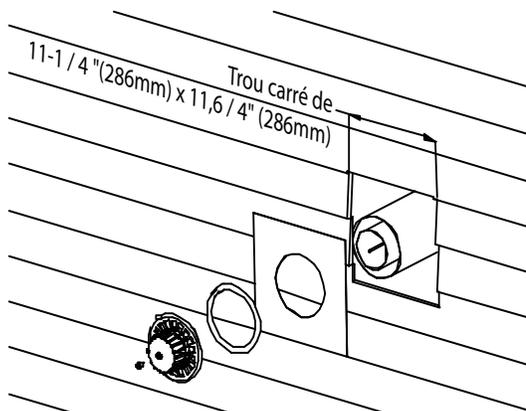

Figure 14
2. Si les tuyaux (B), (C) l'isolation (i) et la tige (D) sont longs, coupez-les en fonction de l'épaisseur du mur, comme indiqué dans le tableau 3.
3. Le trou à l'extérieur du mur doit être un carré de 28,6 mm (11-1 / 4 po) x 286 mm (11-1 / 4 po) (voir la figure 14).
5. Enroulez le tuyau extérieur avec l'isolant fourni (i) (côté feuille) et placez la bande de ruban adhésif fournie (H) le long du joint pour le fixer.
6. Faites glisser les tuyaux (B) et (C) à travers le trou dans le mur et connectez-les à la sortie de fumée et à l'admission d'air de l'appareil.
7. La plaque de montage extérieure (F) et l'anneau en silicone (G) doivent être installés entre le capuchon de ventilation et le mur extérieur. La plaque doit être placée au ras du mur et avec ses supports insérés dans le mur et scellée avec un mastic non durcissant (mastic silicone). Positionnez la plaque de montage extérieure (F) de sorte que le tuyau d'admission d'air de ventilation (C) présente une légère pente vers le bas. La pente descendante est nécessaire pour empêcher l'entrée d'eau de pluie.
9. Placez le capuchon et vissez l'écrou (E) jusqu'à ce que le capuchon s'appuie contre la plaque (voir figures 14 et 15).